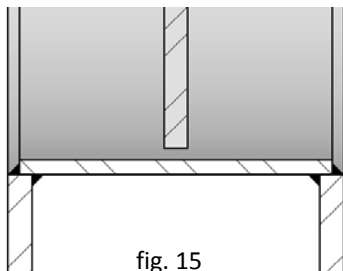

fig. 15
- **Siège 1** : Dans ce type de fermeture, il n'existe aucun contact entre le corps et les lames (fig. 15). La fuite estimée est de 3% du débit dans le tuyau. Il existe des marges déterminées d'une part entre le diamètre intérieur du corps et les dimensions extérieures des lames et, d'autre part, entre les lames elles-mêmes, afin que la vanne puisse s'ouvrir et se fermer sans problèmes. L'étanchéité calculée avec ce type de fermetures est de 97%.